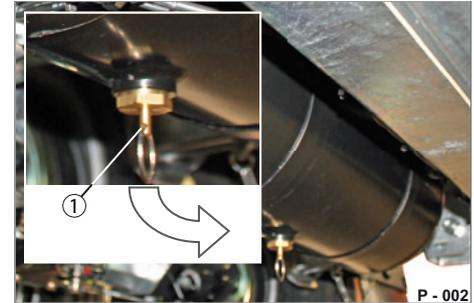

Abb. 22 Druckluftbehälter
- ▶ Ziehen Sie am Betätigungsstift (Abb. 22/1) oder drücken Sie ihn zur Seite.
- ▶ Lassen Sie den Betätigungsstift (Abb. 22/1) los, wenn kein Kondenswasser mehr austritt.